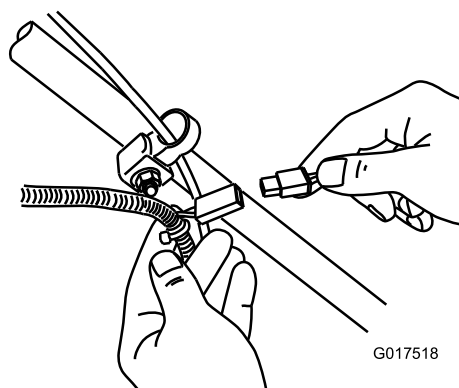

Figure 36
1. Branchez le chargeur sur le faisceau de câblage situé sous la clé de contact (Figure 36).